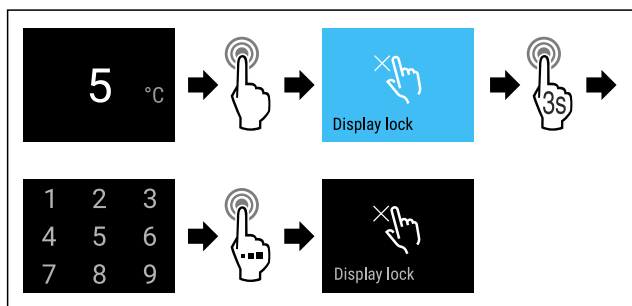

Fig. 80
- Eseguire i passaggi (vedere Fig. 80).